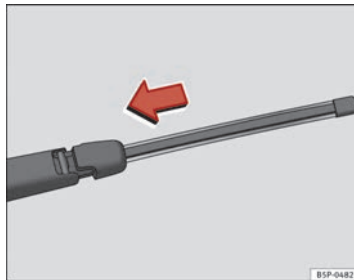

Fig. 143 Pose du balai d'essuie-glace arrière
- Placez le balai comme indiqué sur la figure ⇒ fig. 143 puis faites glisser l'adaptateur jusqu'à ce qu'il s'emboîte.